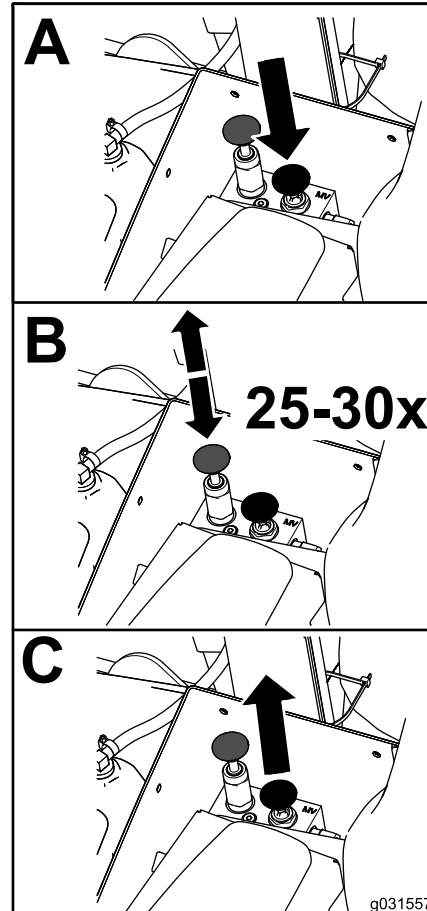

Bild 76
1. Sicherheitsventile (2)
4. Lösen Sie die automatische Feststellbremse manuell mit dem Sicherheitsventil und dem Kolben, wie in Bild 76 abgebildet.